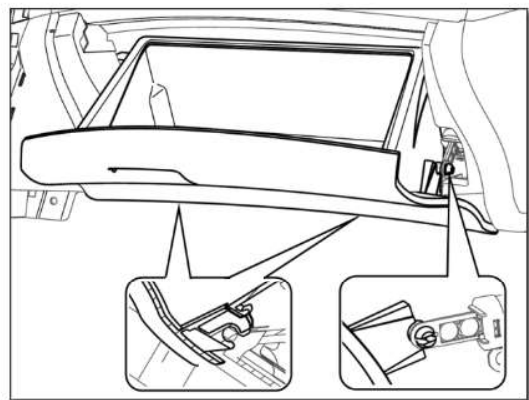

图 1.5.11 杂物箱总成
- (1) 将杂物箱打开, 然后在杂物箱右侧找到杂物箱气动弹簧, 将杂物箱上安装气动拉簧的卡扣挤压变形后可取出气动弹簧, 按图 1.5.11 所示脱开气动弹簧与杂物箱总成的连接;
- (2) 将杂物箱两侧的限位柱通过挤压变形取出, 使下本体不再对杂物箱有限位功能;
- (3) 将杂物箱总成转轴处与仪表板下本体配合紧固处脱开, 即可取出杂物箱总成。